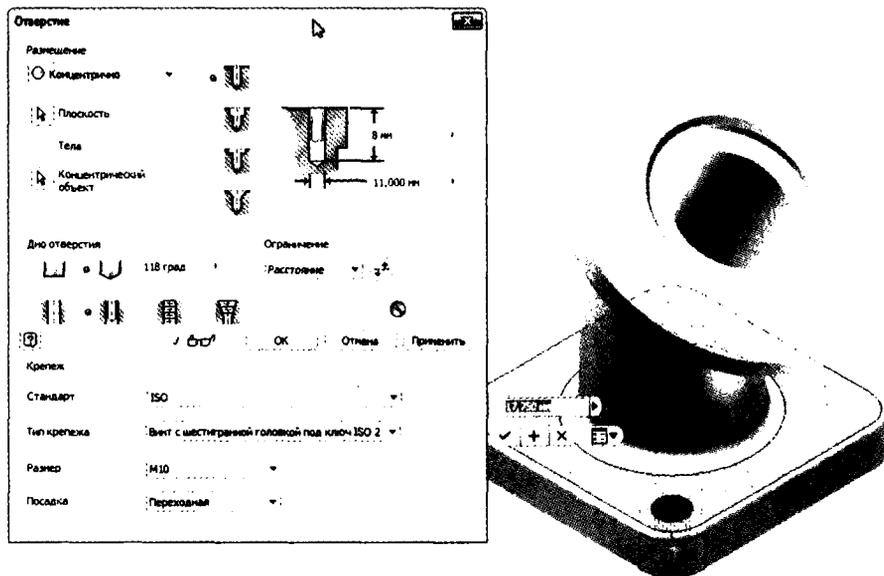

Рис. 3.29. Точность отверстия можно изменять в зависимости от стандарта
7. Установите стандарт **ISO**, тип крепежа **Винт с шестигранной головкой с ISO 24017**, размер **M10**, посадка **Переходная**, как на рис. 3.29.